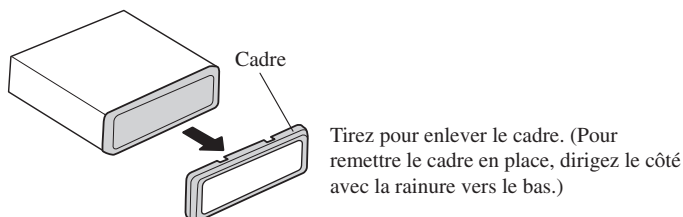

Fig. 13
1. Déposez le cadre. (Fig. 13)